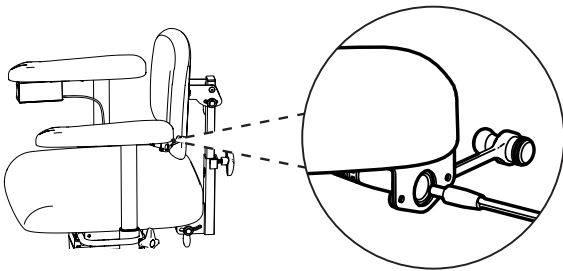

Abb. 2.4 Stecker an der Ladebuchse unter der Armlehne anschließen.
1. Schließen Sie den Stecker des Ladegeräts an die Ladebuchse an, siehe Abb. 2.4. Die Ladebuchse befindet sich normalerweise an der Rückseite der linken Armlehne, kann sich aber auch an anderer Stelle, z. B. unter dem Sitz befinden.